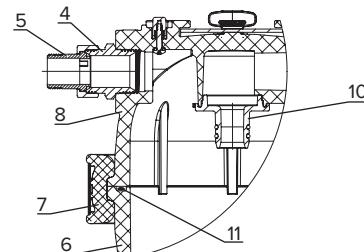

Рис. 2. Разрез по месту соединения коллектора и стакана
• Снимите коллектор (8) и отсоедините фильтрующий модуль, стянув его с центрального штуцера (10) (рис. 2).
• При замене модуля промойте водой внутренние поверхности коллектора (8), стакана (6) и резиновое кольцо (11) (рис. 2).
• Соберите водоочиститель, соедините коллектор (8) и стакан (6) хомутом и затяните гайку-барашек (9) до упора.
• Установите собранный водоочиститель на кронштейн (1). Убедитесь, что направление потока воды соответствует направлению стрелки на коллекторе.